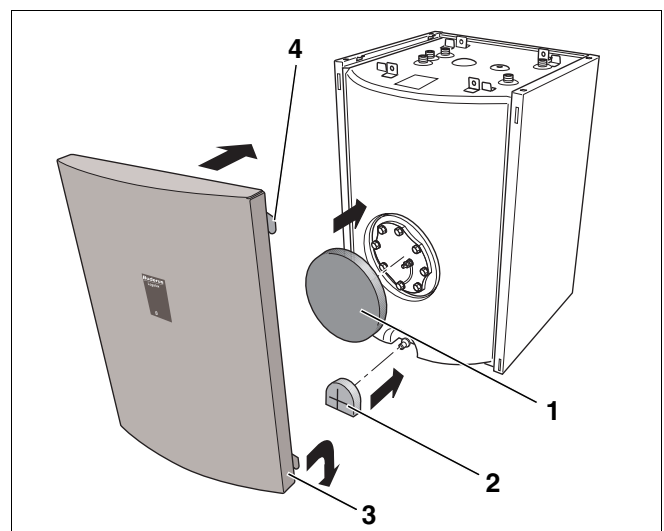

Abb. 13 Wärmeschutz und Vorderwand montieren
- Wärmeschutzscheibe (Abb. 13, **Pos. 1**) vor dem Handlochdeckel einsetzen.
- Wärmeschutzteil (Abb. 13, **Pos. 2**) am Entleerungs- hahn einsetzen.
- Vorderwand mit den unteren Haken (Abb. 13, **Pos. 3**) in die Schlitze der Seitenwände einhängen.
- Vorderwand oben an den Warmwasserspeicher andrücken und die oberen Haken (Abb. 13, **Pos. 4**) in die Schlitze der Seitenwände einhängen.